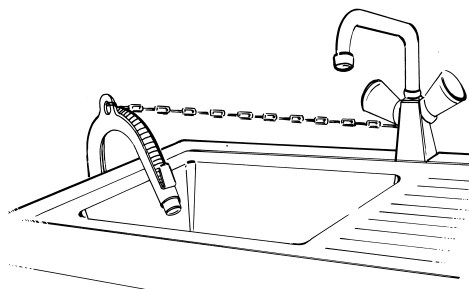

Fig.2
2. Acoplar el tubo de descarga al sifón o engancharlo en el borde de un fregadero o una bañera con el codo en "U" (Fig. 2).
Acomodar el tubo flexible de descarga y fijarlo de manera que no queden dobleces ni estrangulamientos y no se caiga durante el funcionamiento de la lavadora (Fig. 2).